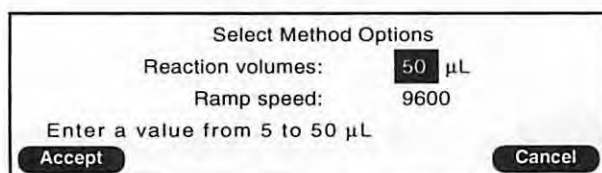
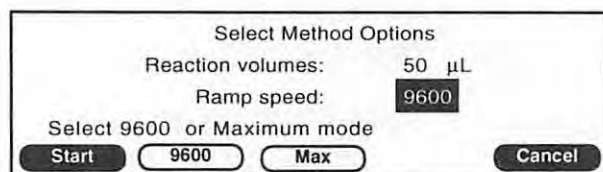

Fig. 3-6 メソッドオプションスクリーン (I)
Fig. 3-9 メソッドオプションスクリーン (II)
3. **F1** -Startを押すと、メソッドオプションスクリーン(I)が表示されます(Fig.3-6)。
1. メソッドオプションスクリーン(I)(Fig. 3-6)より、矢印キーを用いて Ramp Speed の選択画面をハイライト表示させます。(Fig. 3-9)